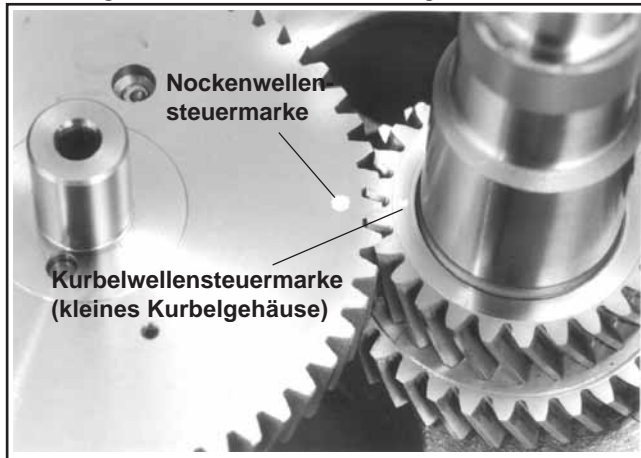

Abbildung 11-12. Ausrichtung der Steuermarkierungen an Kurbelzahnrad und Nockengetriebe.
5. Versichern Sie sich, dass Nockenwellenzahnrad und der kleinere Rad an der Kurbelwelle ineinander eingreifen und die Steuermarkierungen aneinander ausgerichtet sind. Siehe Abbildung 11-12.